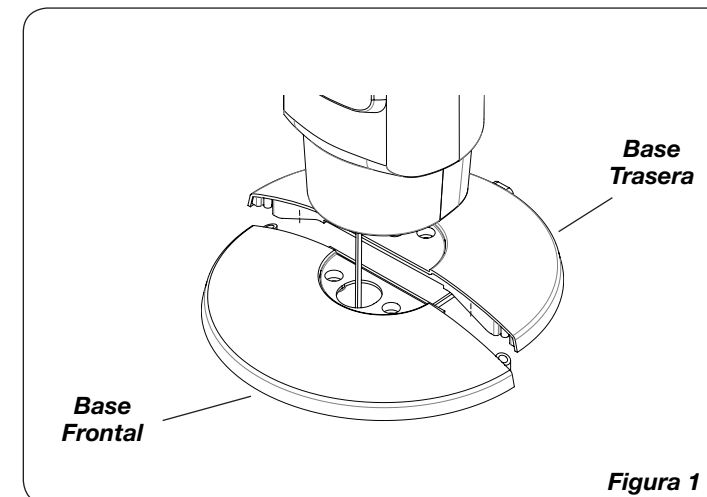

Figura 1
2. Tome las 3 bases de soporte y ensámblelas entrelazando la base frontal con la base trasera (Figura 1).